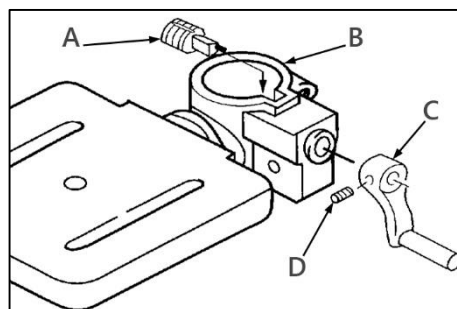

Рисунок 4.
Вставьте вал червячной передачи (A) (рис. 4) в кронштейн стола (B) и протяните его через отверстие до упора. Рукоятка (C) должна быть установлена на валу, установочный винт выровнен с плоской поверхностью вала. Расположите рукоятку как можно ближе к рычагу опоры. Затяните установочный винт.